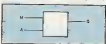

Figure 2
Pretons le cas simple (figure 2)
Reprenons le moteur (Q) commandé par deux poussoirs marche (M) et arrêt (A), annoncé en figures 2 et 3. Dressons la table des séquences lors d'un fonctionnement normal (fig. 6).